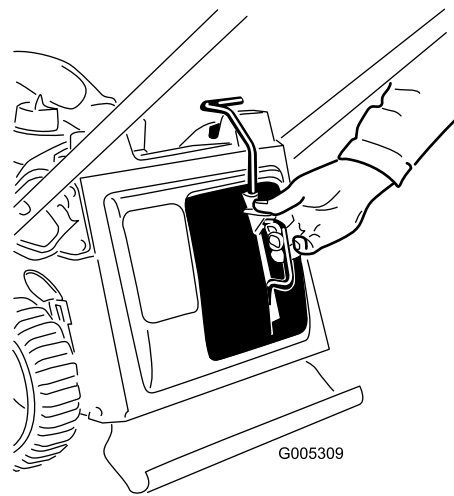

Figura 25
1. Retire el tapón de reciclado (Figura 25).